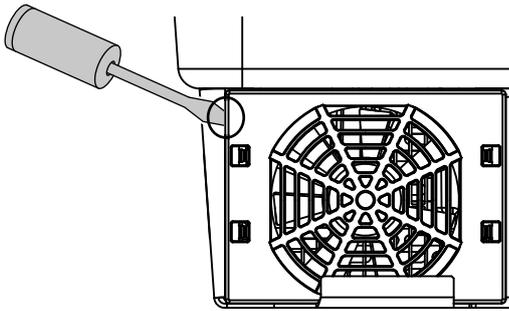

Fig. 71: Soltar la rejilla del ventilador
2. Desmontar el ventilador. Para ello, introducir un destornillador en el borde de la rejilla del ventilador y ejercer una ligera presión en esta.  **Fig. 71**